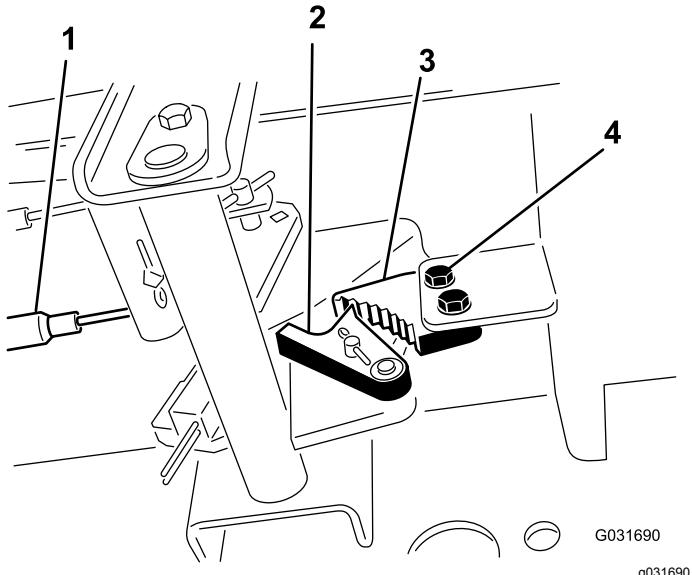

図 86
1. 駐車ブレーキのツメをフレームに固定しているねじ2本をゆるめる図 86。
2. ブレーキのツメが戻り止めに完全に掛かるまで駐車ブレーキペダルを前に踏み込む(図 86)。